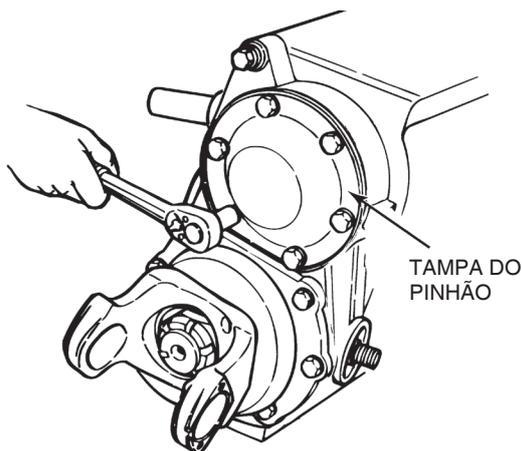

Figura 3.18
2. Remova os parafusos e as arruelas que fixam a tampa do pinhão hipoidal. Remova a tampa. Remova todo o material da junta da tampa e da caixa do diferencial. Figura 3.18.